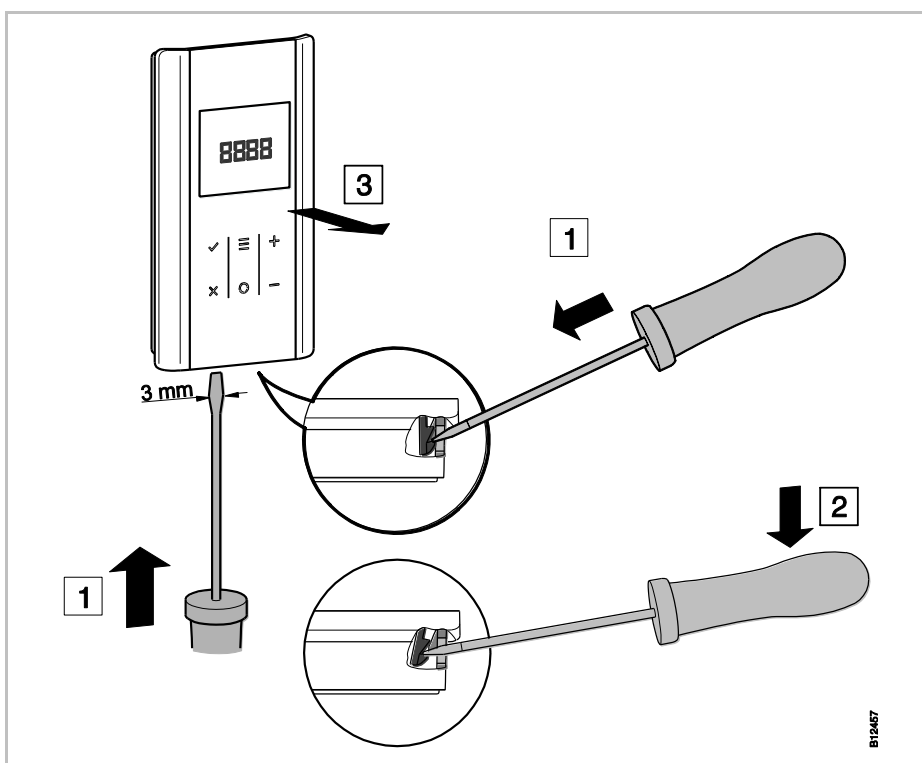

Fig. 12: Ouverture du thermostat d'ambiance sans fil
- ▶ Ouvrez le thermostat d'ambiance sans fil. → Voir page 34, Fig. 12.